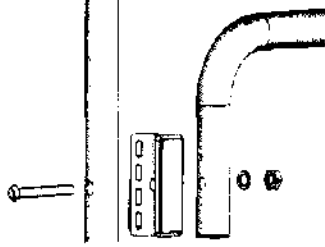

Рис.3
4.1.2. Установить стяжку верхнюю переднюю на место, предварительно отстыковать и развернуть ее из транспортировочного положения на 180° - Узел 1 (рис.3).
- 4.2.2. Стойки с колесными опорами соединить между собой стяжками - Узел 1 (рис.3).